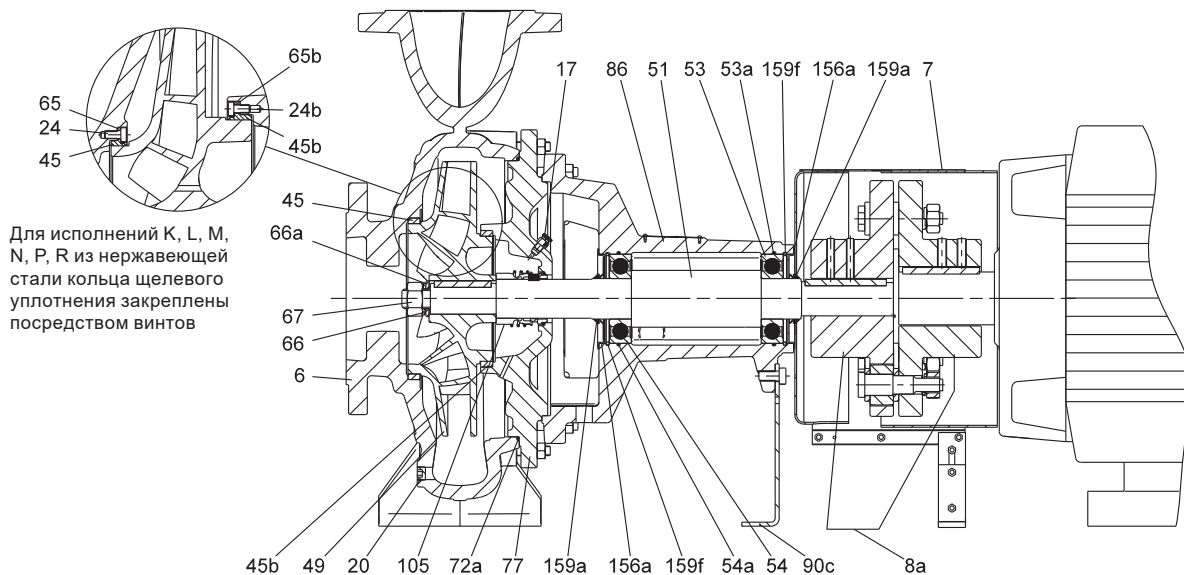

Рис. 1 Насос NK, NKG в разрезе (радиальный отвод)
Разрез насосов NK(E), NKG(E) приведен на рис. 1 и 2.